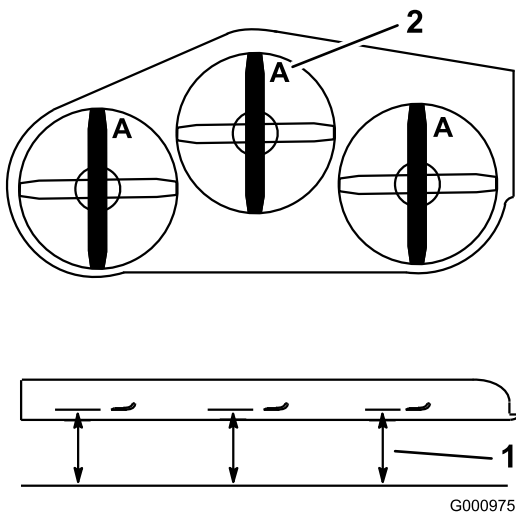

Figure 74
4. Mesurez la distance entre la surface plane et le tranchant (position **A**) des lames (Figure 74).